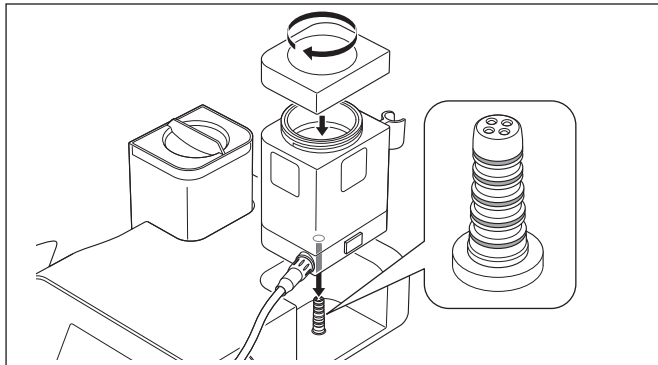
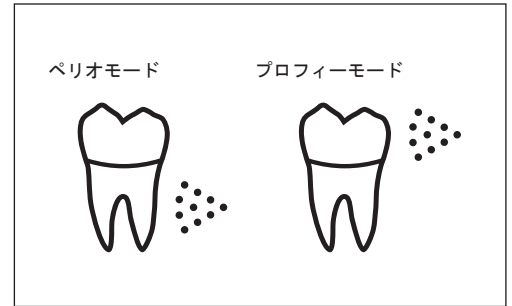

図27
図28
- 2) チャンバーにぴったり合うようにチャンバー用ふたをしっかりと閉め、コントロールユニットにまっすぐ挿し込みます（図27）。パワーモード表示には装着されたチャンバーの種類がアイコンで表示されます（図28）。
- チャンバーをコントロールユニットに挿し込む前に、チャンバー接続部のOリングが損傷、切れていないか確認してください（図27）。作動不良や故障の原因になります。